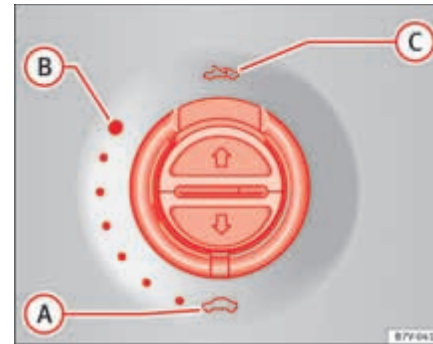

Abb. 58 Im Dachhimmel: Schalter drehen zum Öffnen und Schließen.
⇒ Seite 99, Abb. 58
- Schalter ⇒ Seite 99, Abb. 58 muss in Stellung „Geschlossen“ gedreht sein.